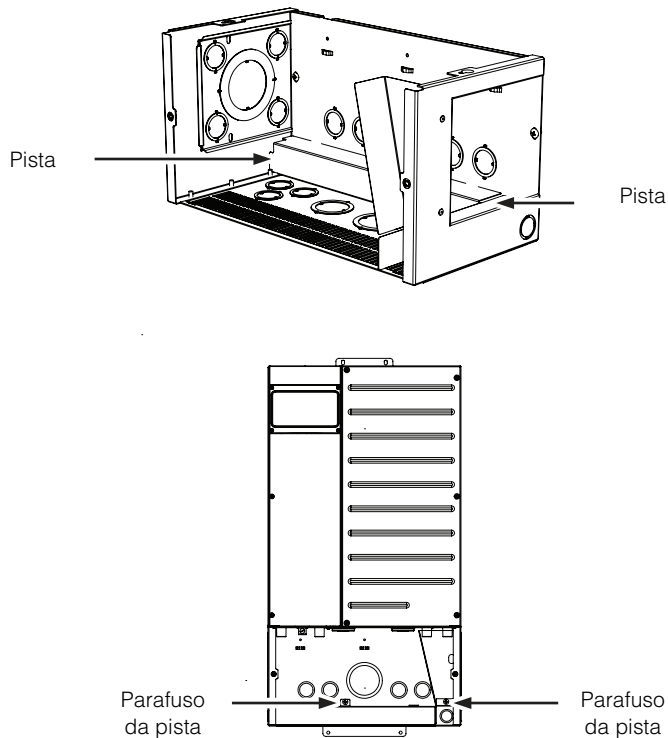

Figura 4-5 Pista da caixa de tubos protetores XW+
- Direcione o cabo conforme mostrado na Figura 4-5. Oriente quaisquer cabos de comunicação adicionais através das pistas. Substitua as pistas da fiação, garantindo que os cabos não fiquem prensados. Fixe as pistas na caixa de tubos protetores com o parafuso que foi removido anteriormente.